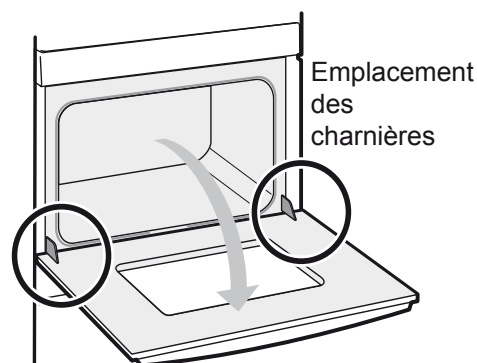

Figure 1 - Emplacement des charnières
1. Ouvrez la porte complètement (horizontale au sol– Fig. 1).
3. Ouvrez la porte complètement (horizontale au sol– Fig. 1).